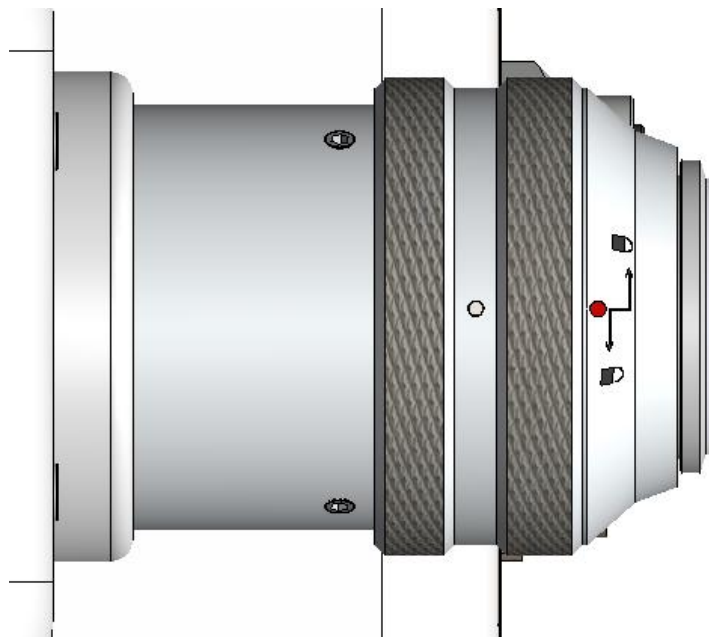

图2.5
- ③ 将QBH连接器拧至打开状态：逆时针方向旋至极限位置（可以感觉到“噔”的一声），注意转到位即可，不要大力拧动，否则可能会损坏QBH内部结构，如图2.5所示。